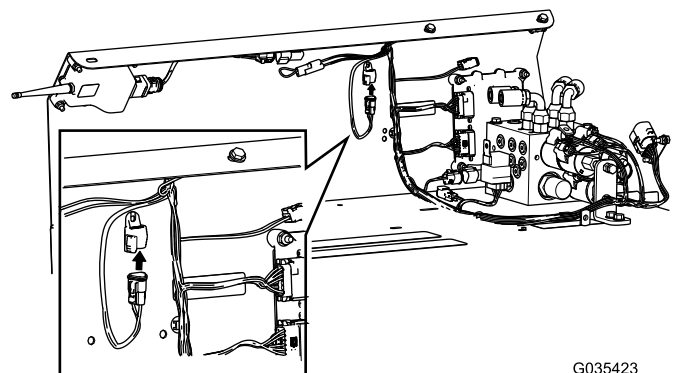

図 14
5. CAN 診断用のコネクタを、先ほど取り付けたワイヤハーネスキャップに接続する (図 14)。